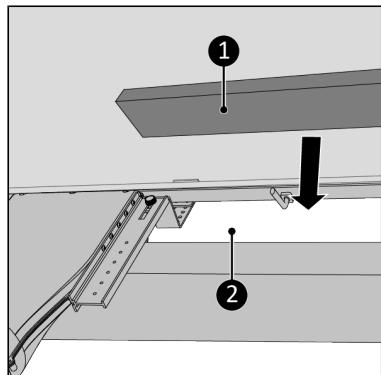

Figure 206.
15. Comblez les espaces vides (Figure 206, pos. 1) avec la mousse d'isolation fournie (Figure 206, pos. 2), découpez la mousse si nécessaire*.